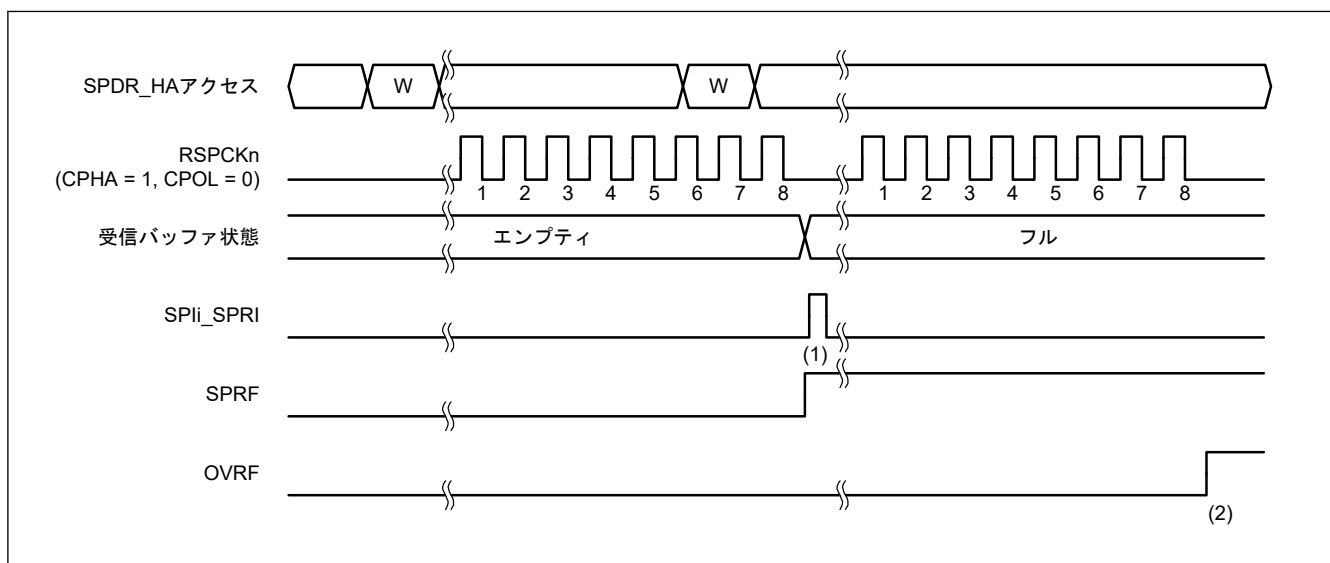
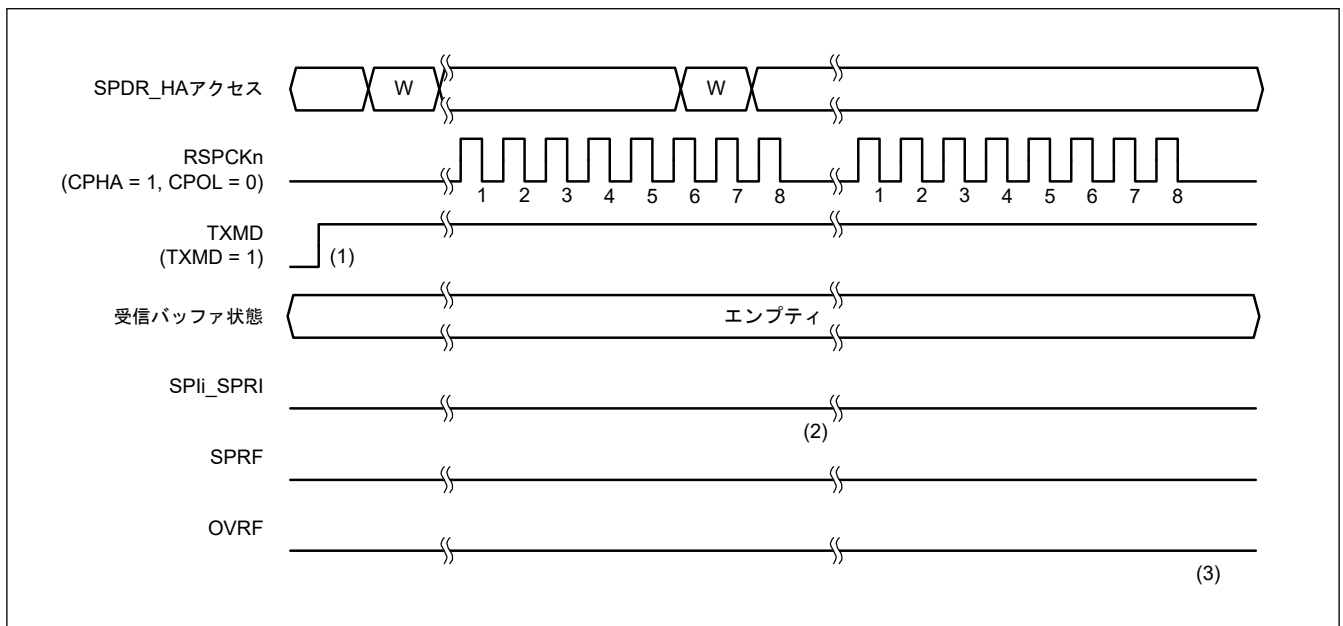

図 26.23 SPCR.TXMD = 0 の動作例
図 26.24 SPCR.TXMD = 1 の動作例
通信動作モード選択ビット (SPCR.TXMD) の設定により、全二重同期式シリアル通信または送信のみの動作が選択できます。図 26.23 および 図 26.24 に記載した SPDR アクセスは、SPDR レジスタへのアクセス状況を示しています。W は書き込みサイクルを示しています。
図 26.23 に、通信動作モード選択ビット (SPCR.TXMD) を 0 にした場合の動作例を示します。この例では、SPCMD0.CPHA ビットが 1、SPCMD0.CPOL ビットが 0 の設定で、SPI が 8 ビットのシリアル転送を実行しています。RSPCKn 波形の下に記載した数字は、RSPCK サイクル数 (= 転送ビット数) を示しています。
以下に、図 26.23 の (1)、(2) に示したタイミングでのフラグ動作を説明します。
図 26.24 に、通信動作モード選択ビット (SPCR.TXMD) を 1 にした場合の動作例を示します。この例では、SPCMD0.CPHA ビットが 1、SPCMD0.CPOL ビットが 0 の設定で、SPI が 8 ビットのシリアル転送を実行しています。RSPCKn 波形の下に記載した数字は RSPCK サイクル数 (= 転送ビット数) を示しています。
以下に、図 26.24 の (1)~(3) に示したタイミングでのフラグの動作内容を説明します。